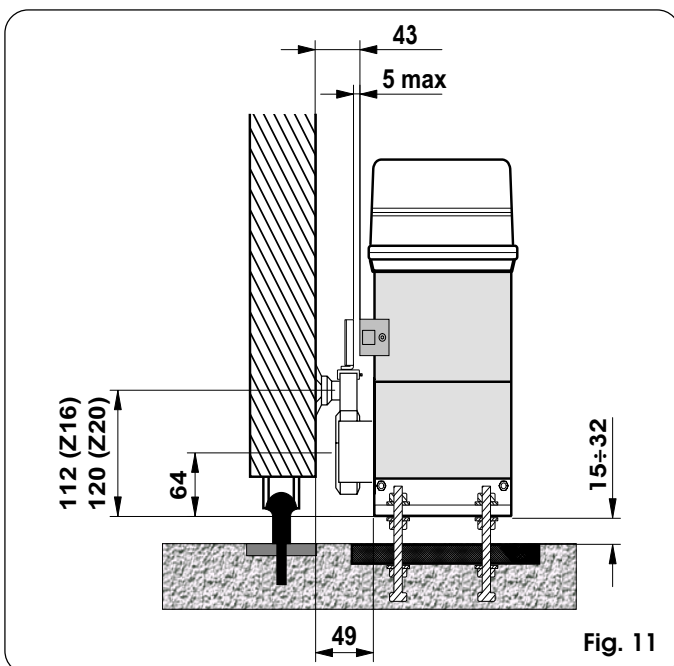

Fig. 11
- 4) Regule la altura de las patas y la distancia hasta la cancela, tomando como referencia la Fig.11.